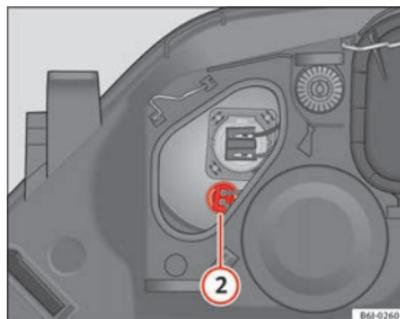

Abb. 162 Standlicht
- Ziehen Sie den Stecker ⇒ Abb. 162 ② nach außen ab.